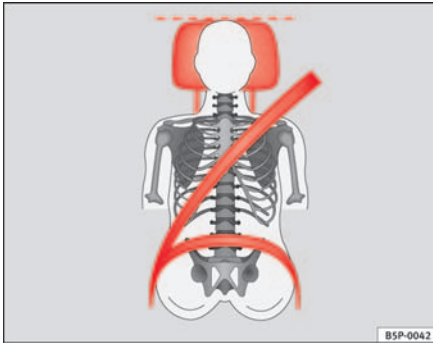

Abb. 13 Richtiger Gurtbandverlauf und richtige Kopfstützeinstellung von vorne betrachtet
- Der Schultergurtteil des Sicherheitsgurtes muss über die Schultermitte und niemals über den Hals verlaufen. Der Sicherheitsgurt muss flach und fest am Oberkörper anliegen ⇒ **Abb. 13**.